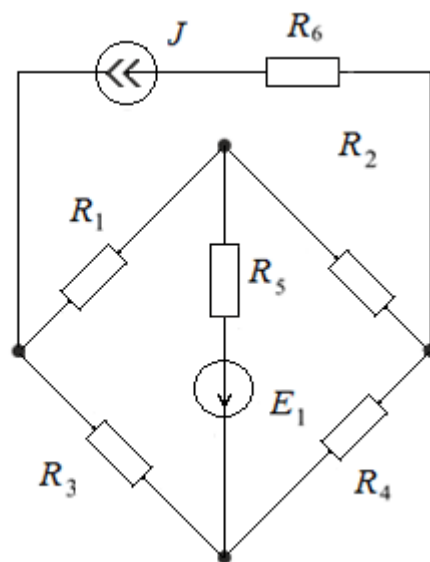

Рис. 95
28. В мостовой схеме (рис. 95) методом контурных токов определить токи в ветвях, если $J = 1 \text{ А}$; $E_1 = 1 \text{ В}$; $R_1 = 1 \text{ Ом}$; $R_2 = 2 \text{ Ом}$; $R_3 = R_6 = 3 \text{ Ом}$; $R_4 = 4 \text{ Ом}$; $R_5 = 6 \text{ Ом}$.